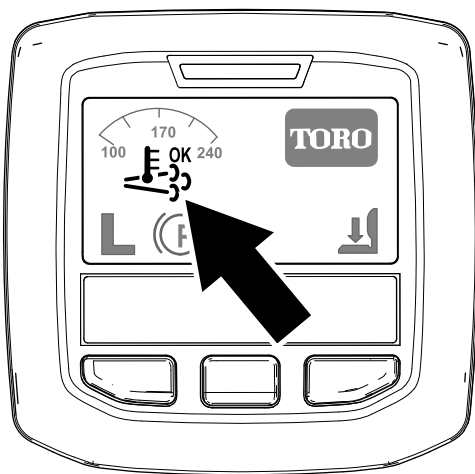

Figure 27
- L'icône de régénération assistée/commandée s'affiche sur l'InfoCenter (Figure 27).